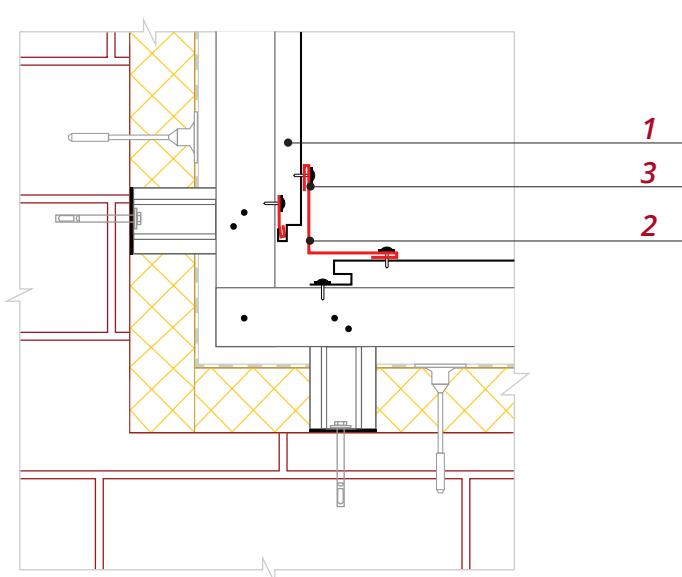

Рис. 13
- Планку угла внутреннего простую крепите после монтажа панелей сайдинга **1** (рис. 13). Рекомендуется использовать саморезы ПШС с окрашенной головкой **3**, вытяжные заклепки или кровельные саморезы 5,5\*19.